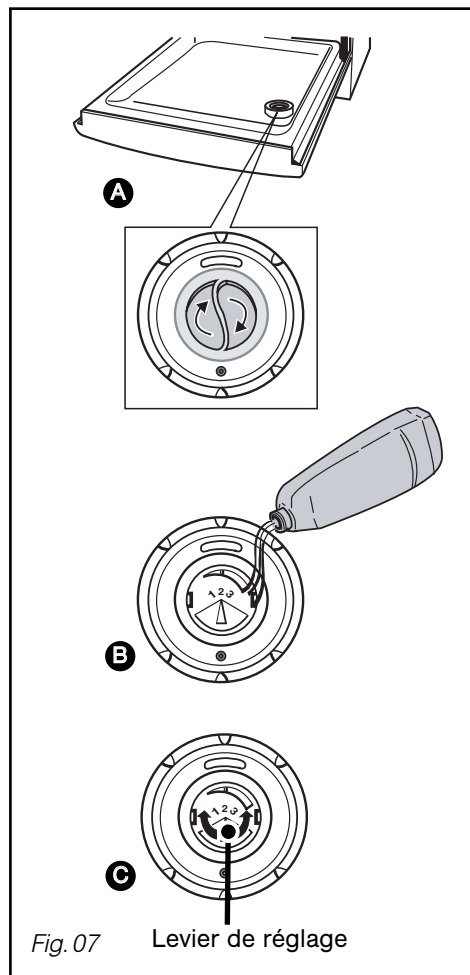

Fig. 07
• Le produit de rinçage (Fig. 07)
Après quelques cycles et en cas de mauvais séchage ou de traces, nous vous conseillons d'augmenter le réglage en tournant le levier (fig 07 **C**) sur la position 3.